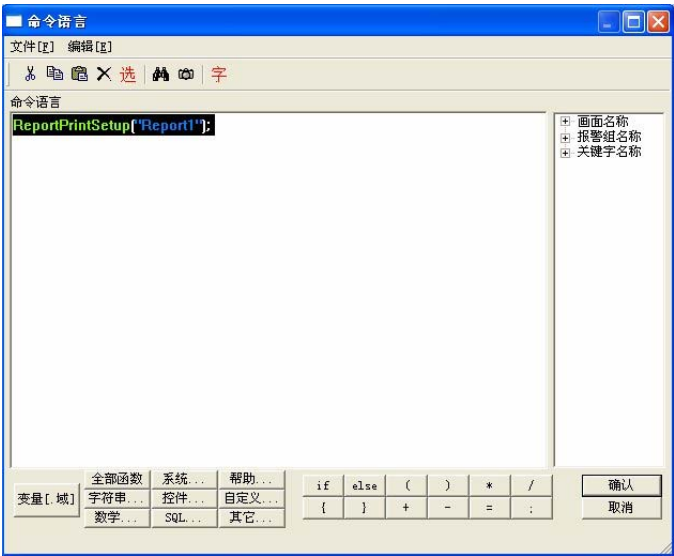

图 8-11
- 2、在按钮的弹起事件中输入如下命令语言，如图 8-11 所示：